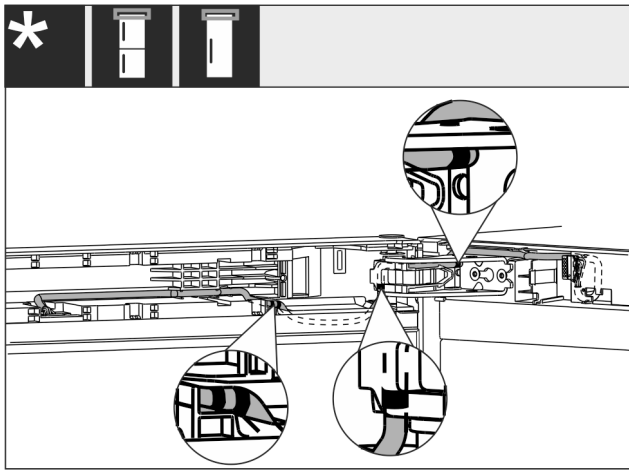

Fig. 37
- ▶ A kábelt az ábrán Fig. 37 () látható módon kell elvezetni.